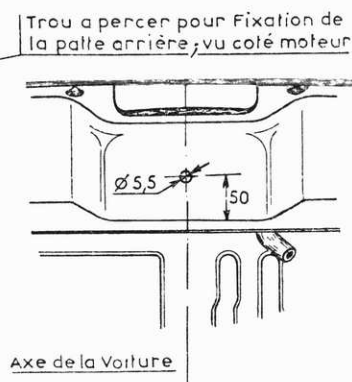

FIG. 3
4) Percer du côté du moteur, sur le tablier, un trou de 5,5 mm. comme indiqué sur la fig. 3.